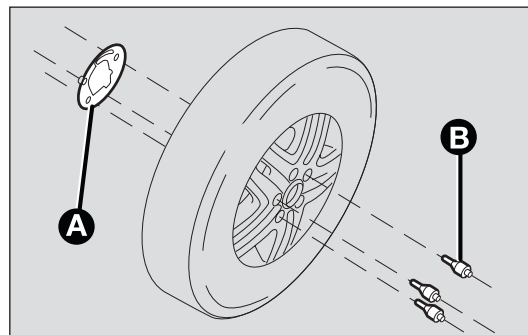

fig. 174
- bevestig de plaat A-fig. 174 op het lichtmetalen wiel met de bijgeleverde bouten B en m.b.v. de bijgeleverde sleutel;